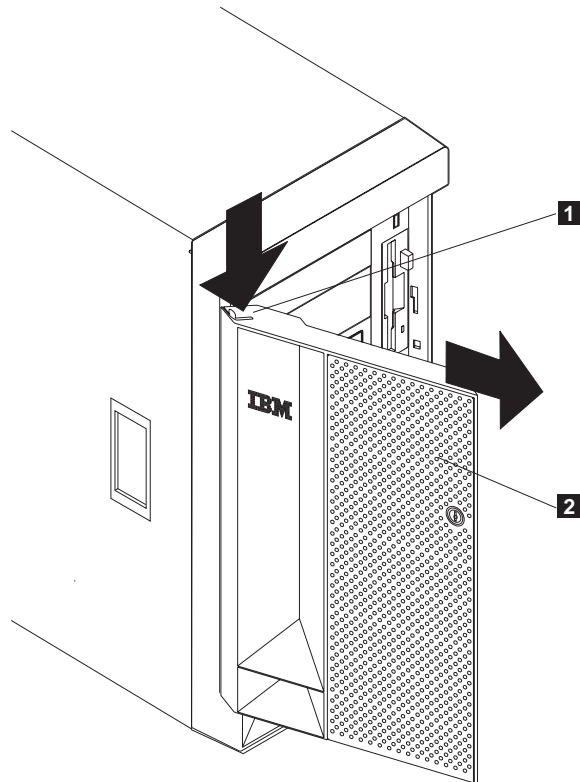

Figura 30. Removendo a porta do Modelo 25T
2. Localize o rebordo na borda superior da porta (consulte Figura 30).